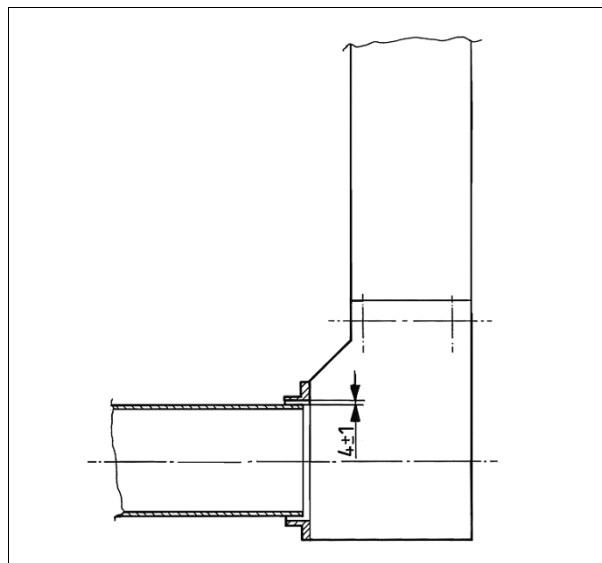

Рис. 3.
- Отрегулируйте желоб элеватора так, чтобы между трубой шнека и входным отверстием элеватора *рис. 3* обеспечивался зазор $4 \text{ mm} \pm 1 \text{ mm}$.